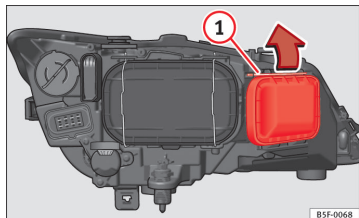

Fig. 136 Ampoule du clignotant
- Déplacez le tirant ⇒ fig. 136 ① dans le sens de la flèche puis retirez le cache.